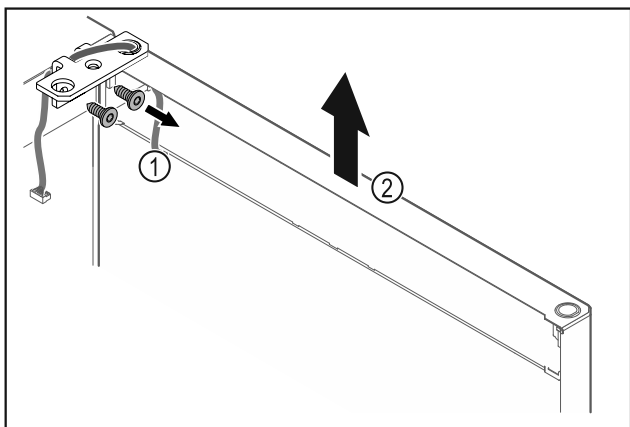

Fig. 24
- ▶ Развийте ъгъла на пантата Fig. 24 (1).
- ▶ Повдигнете вратата заедно с ъгъла на пантата Fig. 24 (2) приблизително 200 mm право нагоре и я свалете.